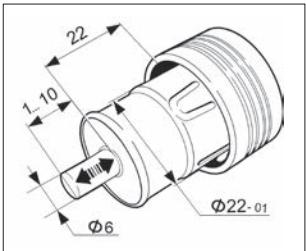

Рис. 216. Размеры вилки электрического прибора для использования в патроне для подключения дополнительных потребителей
предохранителя, который временно отключит электрический аксессуар. В случае повторного срабатывания предохранителя электрический аксессуар отключить для проверки его соответствия пункту 2 и рис. 216.
5. Использование аксессуаров, не соответствующих пункту 2 и рис. 216, может привести к короткому замыканию в цепи автомобиля.